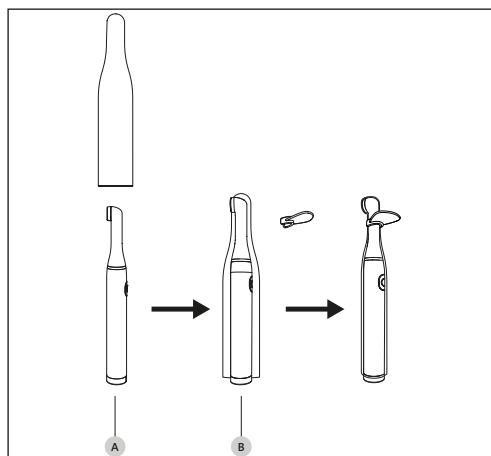

Figure 8 – Connexion des Accessoires
2. Insérer la gaine de protection à usage unique sur la pièce à main (Figure 8 à page 15 - Réf. A);
3. Fixer la protection optique sur la pièce à main (Figure 8 à page 15 - Réf. B).